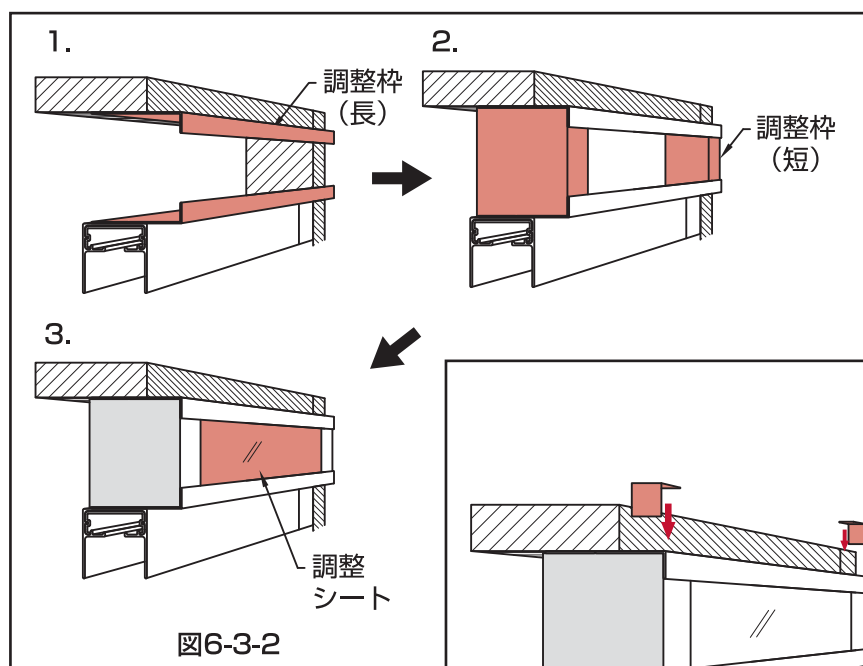

図6-3-2
② 調整枠のハクリ紙を2枚ともはがし、1. 調整枠（長）2. 調整枠（短）3. 調整シートの順に貼り付けてください。（図6-3-2）